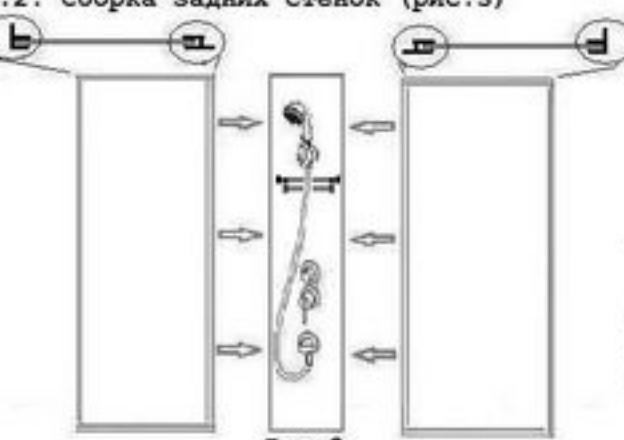

Рис. 3
1.2. Сборка задних стенок (рис. 3)
Совместите отверстия для крепежа на центральной стойке /3/ и на задних стенах /5/ и /6/, скрепите их с помощью саморезов 4*8/30/ (рис. 3). На места соединения центральной стойки с задними стенками предварительно нанесите санитарный герметик.